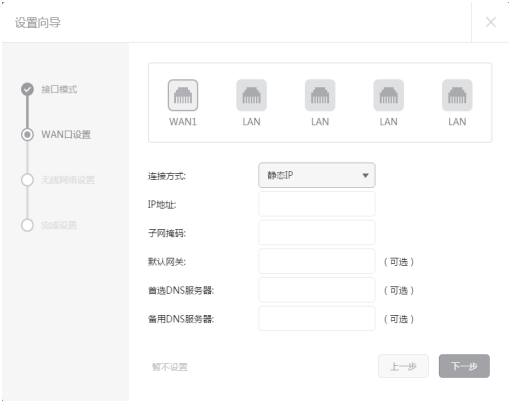

图4-4 WAN口设置-静态IP
3) 如果连接方式为“静态IP”，即拥有网络服务商提供的固定IP地址，则需要填写IP地址、子网掩码、网关地址和DNS服务器等内容，如图4-4所示。